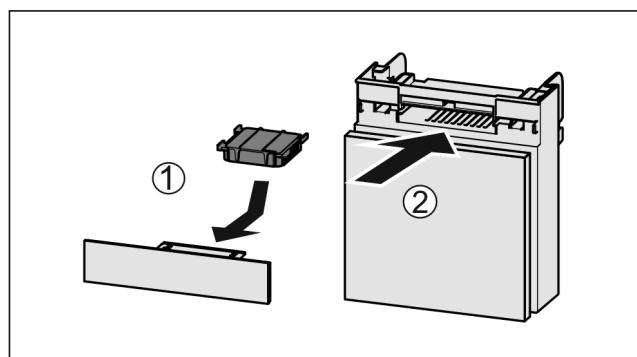

Fig. 89
- Filtr s aktivním uhlím vložte podle vyobrazení Fig. 89 (1).
- Zásuvku zasuňte Fig. 89 (2).